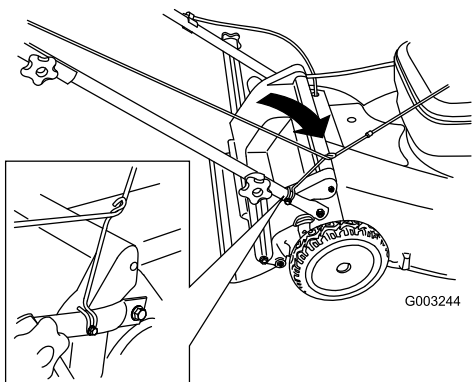

Figura 35
3. Avvolgete il cavo di avviamento attorno al guidacavo inferiore (Figura 35).